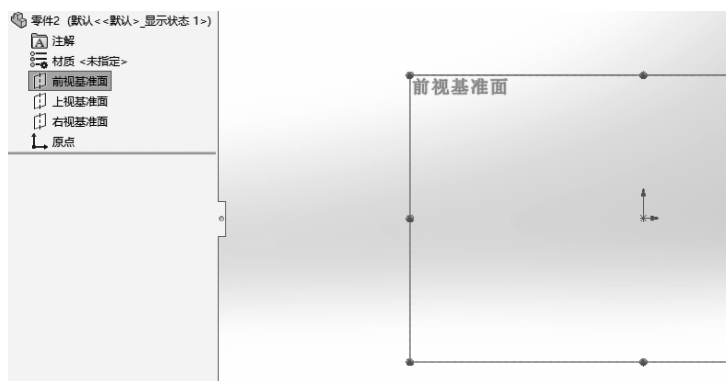

图 1-18 草图绘制模式
(1) 单击【新建】按钮 , 在打开的【新建 SOLIDWORKS 文件】对话框中双击【零件】图标。
(2) 在【特征管理器设计树】选项卡中选择【前视基准面】,单击【草图】按钮 , 进入草图绘制模式,如图 1-18 所示。